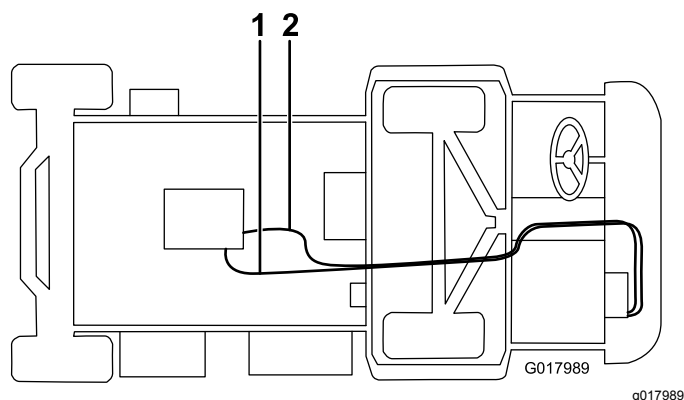

Figura 18
5. Collegate il flessibile lungo alla valvola del riscaldatore con una fascetta stringitubo e posatelo sotto la macchina, sull'asse, quindi collegate al raccordo diretto (**Figura 18**). Tagliate eventuale flessibile in eccesso per adattarlo.
6. Collegate il flessibile più corto al tubo di riempimento a T bianco con una fascetta stringitubo, posatelo attraverso il serratubi a R sulla staffa del riscaldatore e collegatelo al raccordo a T nel flessibile del radiatore inferiore con una fascetta stringitubo (Figura 18). Tagliate eventuale flessibile in eccesso per adattarlo.